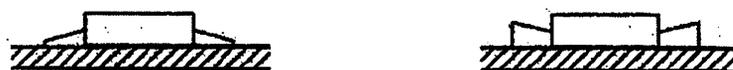

図3 リード線への無理な張力
- ③ 抵抗のリード線は左右バランスよく取り付け、図3に示すような無理な張力を加えないこと。